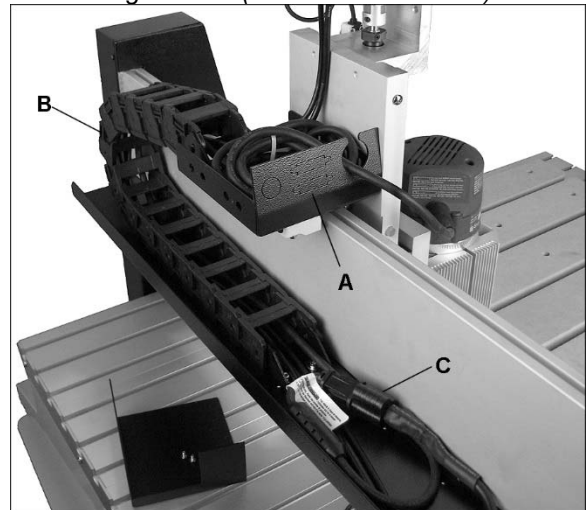

Figura 7-23 (PM-2X2R solamente)
Coloque el cable de alimentación de modo que no interfiera con el movimiento vertical u horizontal de la cabeza. Vea la Figura 7-23. El método óptimo consiste en pasar el enchufe por la caja (A) y cadena de arrastre (B) y conecte al receptáculo (C) en la bandeja, según se muestra (no se incluyen ataduras de cables).